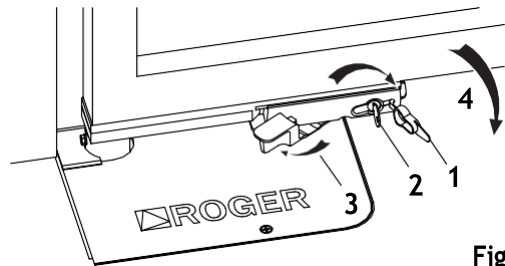
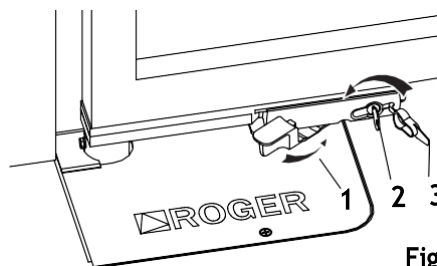

Fig. 3
Fig. 4
**Розблокування (рис. 3)**
**Крок 1** Зняти захисну кришку замка (1).
**Крок 3** Повернути ключ приблизно на 90° у напрямку до центру воріт та не виймати його (2).
**Крок 4** Потягнути важіль до повного відкриття механізму (3).
**Крок 5** Після цього ворота можна переміщати вручну (4).
**Блокування (рис. 4)**
**Крок 1** При відкритих воротах повернути важіль розблокування (1) у вихідне положення.
**Крок 2** Повернути ключ на 90° у напрямку до петель воріт (2).
**Крок 4** Закрити захисну кришку замка (3).